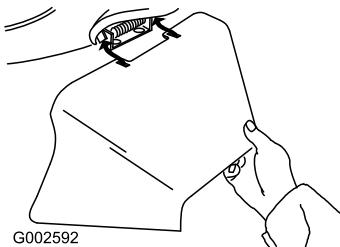

Bild 30
3. Setzen Sie den Seitauswurfkanal ein und schließen Sie die Klappe auf dem Auswurfkanal (Bild 30).